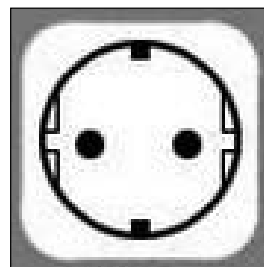

Abb. 22 - Schuko-Steckdose
- eine Schuko-Netzsteckdose mit Erdung und einem separaten Schutz (Abb. 22);